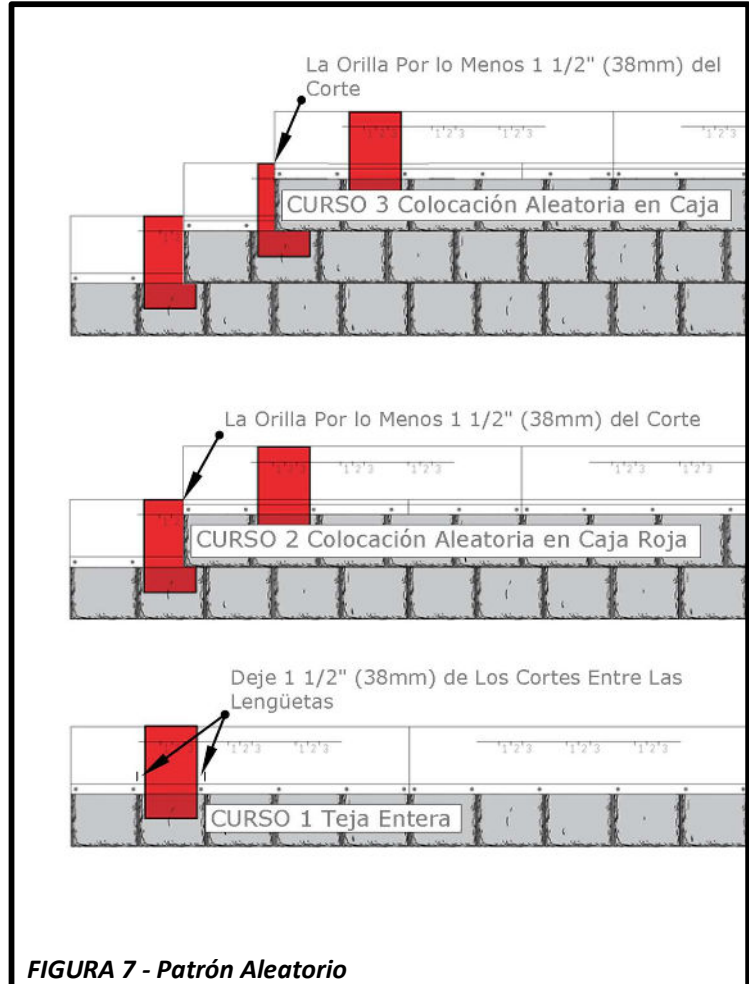
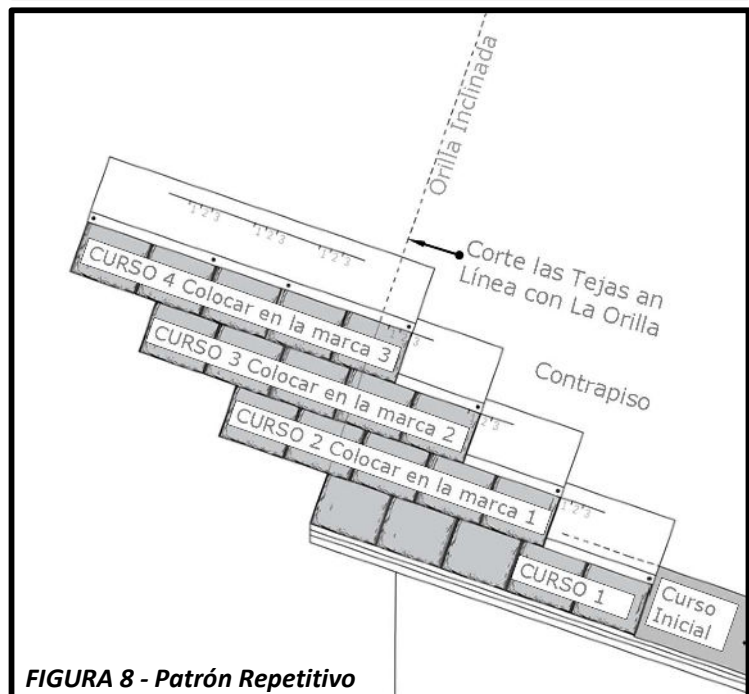
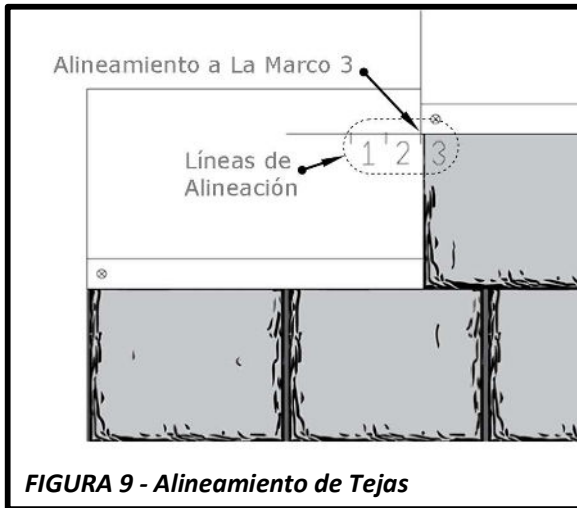

FIGURA 7 - Patrón Aleatorio
FIGURA 8 - Patrón Repetitivo
FIGURA 9 - Alineamiento de Tejas
- Las tejas F-WAVE® REVIA® tienen que estar instaladas en un patrón **diagonal**. El desplazamiento entre cursos es una (1) lengüeta entera y parte de la próxima lengüeta. Esto está mejor definido en las secciones siguientes. Para asistir con esto, las líneas de alineamiento no corren hasta cada lado de la teja. Si no ves la línea, no estas usando el desplazamiento correcto.
- Para obtener una mirada realista, el Patrón Aleatoria es preferida, como ensenado en la **Figura 7**. Un Patrón Repetitivo, como ensenado en la **Figura 8** también es aceptable. Si usan el Patrón Repetitivo es posible que los cortes entre las lengüetas se vean alineados cuando se miren del suelo de ángulos diferentes. Para tener la vista mejor, el método que seleccionaron debe ser consistente para todos los pendientes.
- Independiente del método utilizado, recorte las tejas al ras con el borde. Mira a la **Figura 8**.
- HILERA SEGUNDA (#2)** - Ponga la siguiente hilera de tejas con un espacio diagonal aleatorio, manteniendo la referencia horizontal. Mantenga el borde de la teja a una distancia mínima de **1,5" (38mm)** del corte de la teja que esta abajo. Vea la **Figura 7**.
- Establezca el método diagonal o el método del escalonado. Vea la **Figura 8**. Asegúrese de posicionar la teja de acuerdo con las líneas de alineamiento. Vea la **Figura 9**.
- Cuando usando el método Repetitivo, ponga la orilla de la teja en la línea de alineamiento. Vea la **Figura 9**.